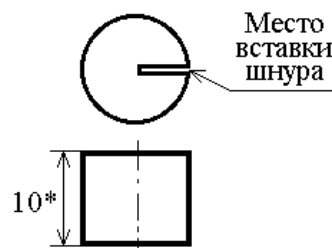

Рисунок 41 – Конструкция теплоизолирующей пробки
- 6) открутить винты, удерживающие пластину с пьезодатчиком на неподвижной трубке (см. рисунок 41);